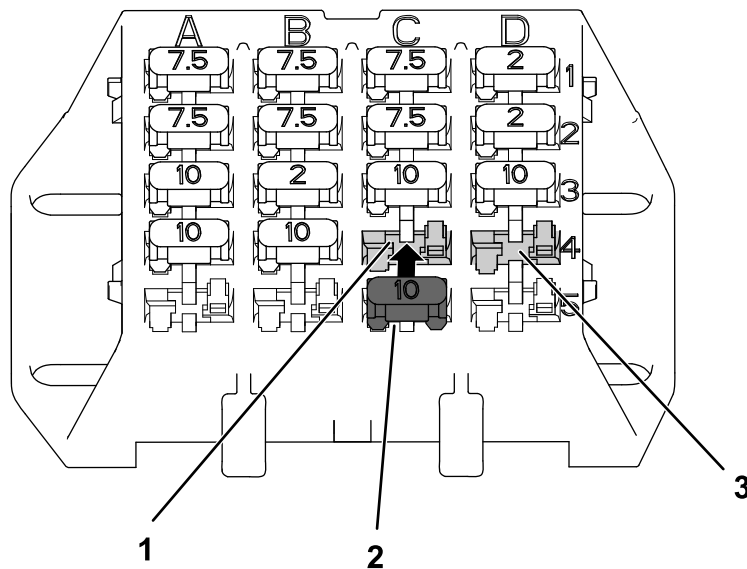

Figura 13
1. Montate il fusibile nello slot C4 del portafusibili (Figura 13).